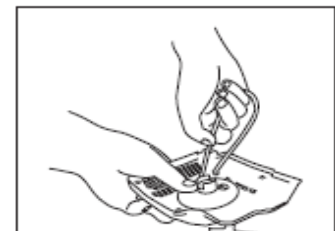

Fig. 4
- \* Levante o fio do arrancador no entalho da polia do arrancador (Fig.4) e enrole a polia dando 5 voltas completas para a direita. Retire o fio do entalho da polia pressionando-a. Largue lentamente a polia para que ela enrole o fio para a esquerda.